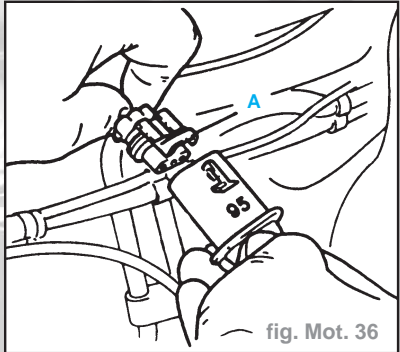

fig. Mot. 36
- Débrancher la fiche du faisceau de câbles (fig. Mot. 36).